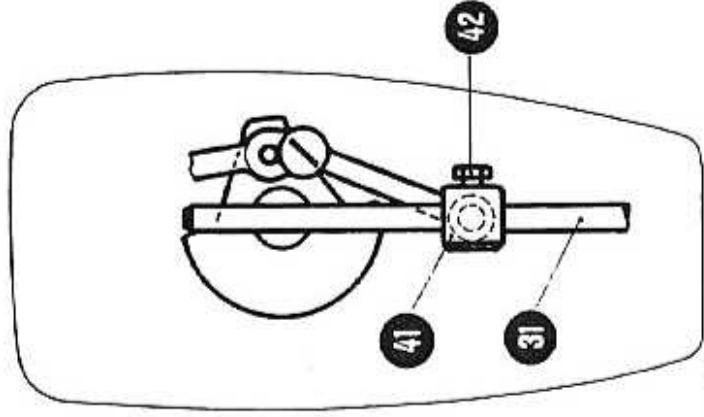

Abb. 14
Die Höheneinstellung wird dadurch erreicht, dass die Sechskantschraube (42) am Nadelstangenmitnehmer (41) gelöst wird. Jetzt lässt sich die Nadelstange (31) in ihrer Höhenlage verschieben. Nach richtiger Einstellung, wie vorstehend beschrieben, ist die Schraube (42) wieder festzuziehen (Abb. 14).